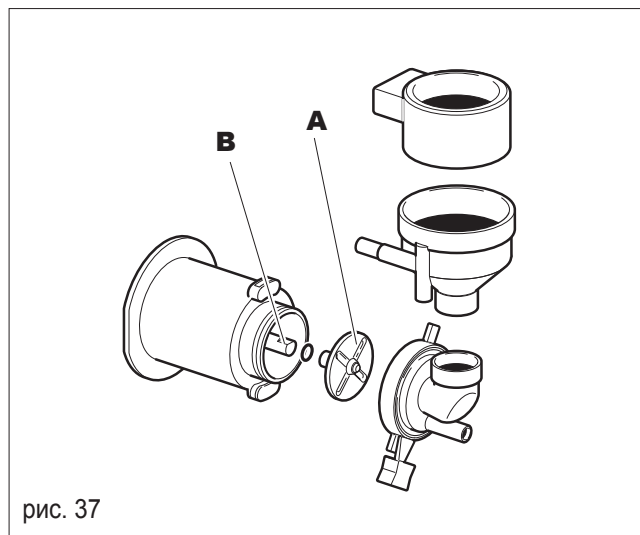

рис. 37
- Снимите старую вертушку (**А**, рис. 37).
- Вставьте новую вертушку в специальный разъем (**В**, рис. 37).